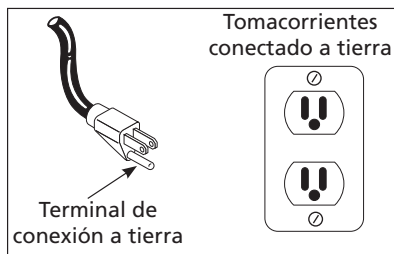

Figura 3 - Méthode de mise à la terre
- Este producto está diseñado para circuitos nominales de 120 voltios y tiene un enchufe para conexión a tierra similar al de la Figura 3. Cerciórese de conectarlo a un tomacorrientes cuya configuración sea similar a la del enchufe. Este producto se debe conectar a tierra. En caso de que ocurra un cortocircuito, ésto evitaría el riesgo de choque eléctrico al ofrecerle un cable de desvío a la corriente eléctrica. Este producto tiene un cordón con un alambre y terminal de conexión a tierra. Debe conectarlo a un tomacorrientes que esté instalado adecuadamente según los códigos y ordenanzas locales.